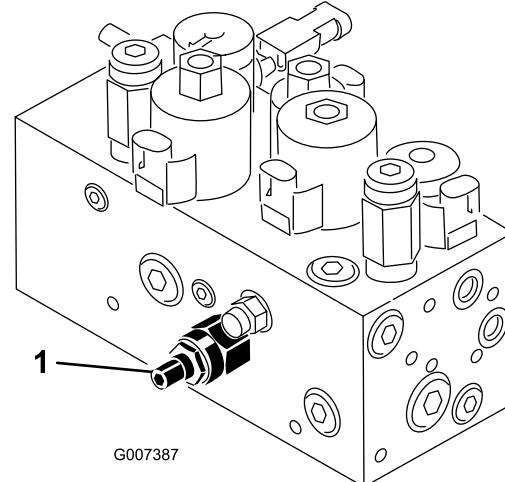

Bild 55
Der Hub-/-absenkungskreis der Mähwerke ist mit einem Stromventil ausgerüstet (Bild 55). Dieses Ventil wird im Werk um ungefähr 3 Umdrehungen geöffnet. Zum Ausgleichen unterschiedlicher Hydrauliköltemperaturen und Mähgeschwindigkeiten usw. müssen Sie dieses Ventil jedoch u. U. einstellen. Gehen Sie dabei folgendermaßen vor:
1. Klappen Sie den Sitz hoch und finden Sie das Hauptregulierventil für das mittlere Zuggestell (Bild 55), das sich neben dem Hydraulikverteiler befindet.